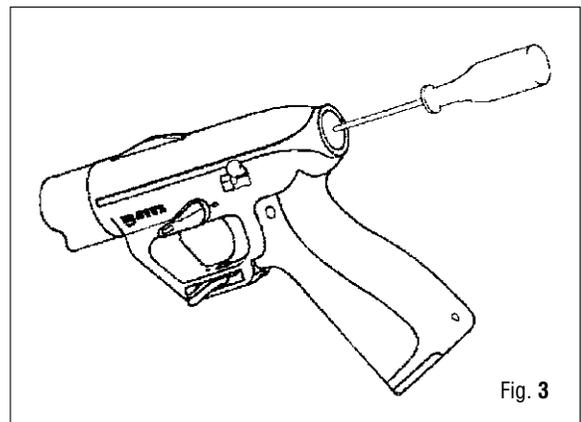

Fig. 3
4. Con un tubo metálico (diám.aprox 1,5 mm) presione la esfera de la válvula de recarga hasta descargar completamente el fusil. (Fig. 3)
1. Apriete el cañón en la ranura de las mordazas (diám.16) (A-1). (Fig. 3)
2. Coloque correctamente el casquillo de retén del OR (21) en la garganta del cañón usando la herramienta especial (A-7).